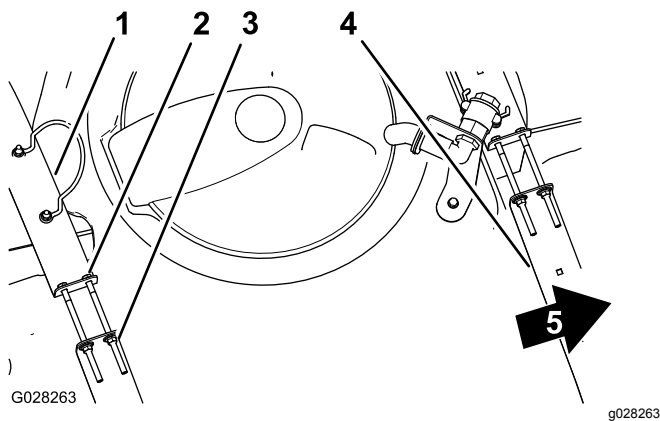

Bild 68
2. Prüfen Sie, ob Sie zwischen den Behälterriemen und dem Behälter eine Bewegung feststellen können (Bild 68).
- Wenn die Behälterriemen lose am Behälter angebracht sind, ziehen Sie die Sicherungsbundmutter und Schrauben oben an den Riemen an, bis sie mit der Behälterfläche bündig sind (Bild 68).